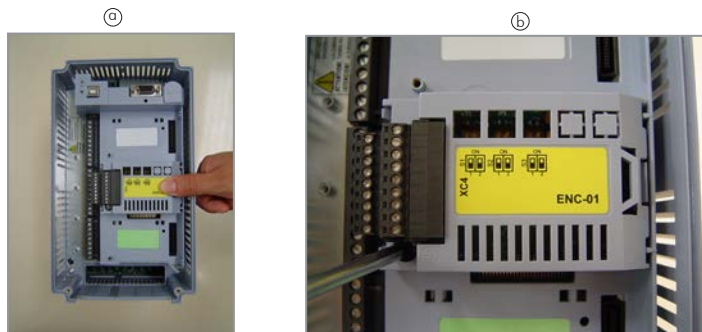

Figura 3: Instalação do módulo opcional no slot
Passo 2: Encaixe cuidadosamente o módulo no slot 2 (figura 3 (a));
Passo 3: Coloque e aperte o parafuso de aterramento e fixação do módulo (figura 3 (b));